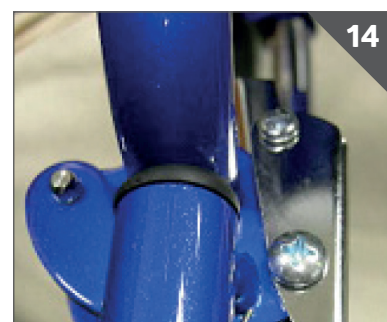

Fig. 14
3. Empuje el montaje del reposapiernas hacia el frente hasta que se afiance firmemente en su lugar (Fig. 14).